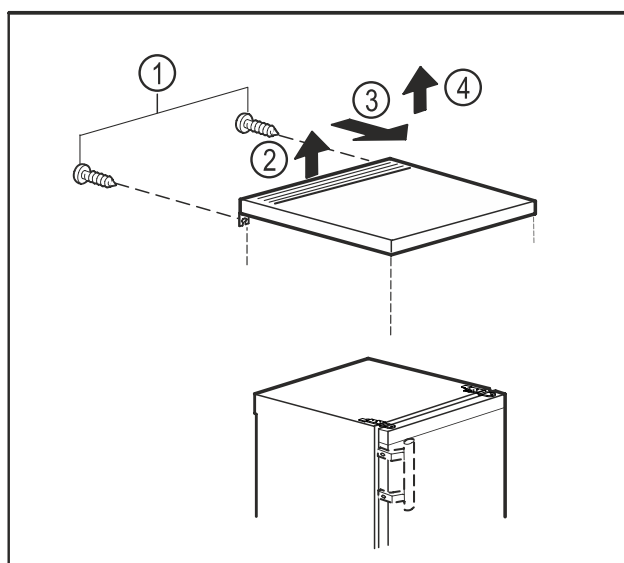

Fig. 10
- Fjern skruerne på bagsiden. Fig. 10 (1)
- Løft bordpladen bagtil. Fig. 10 (2)
- Skub bordpladen fremad. Fig. 10 (3)
- Løft bordpladen op og væk. Fig. 10 (4)